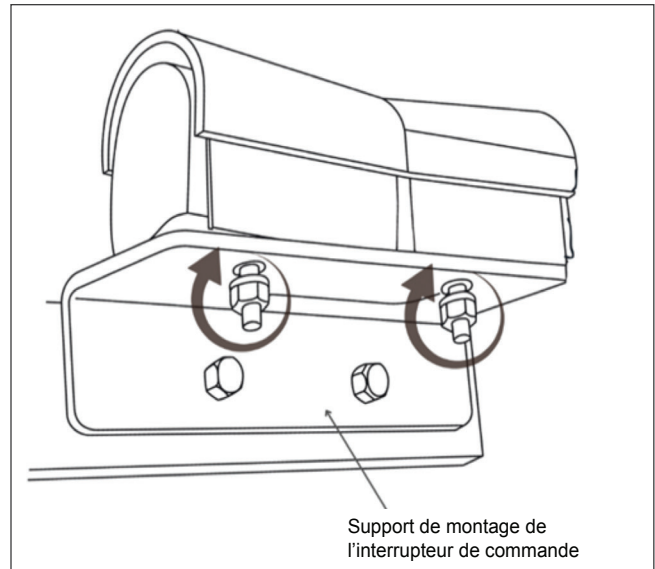

Figure 11 - Support de l'interrupteur de commande
1. Monter l'interrupteur de commande avant sur le support de montage du cadre du plateau de la table (voir la figure 11). Si votre unité comprend la commande manuelle en option, voir l'étape 4.